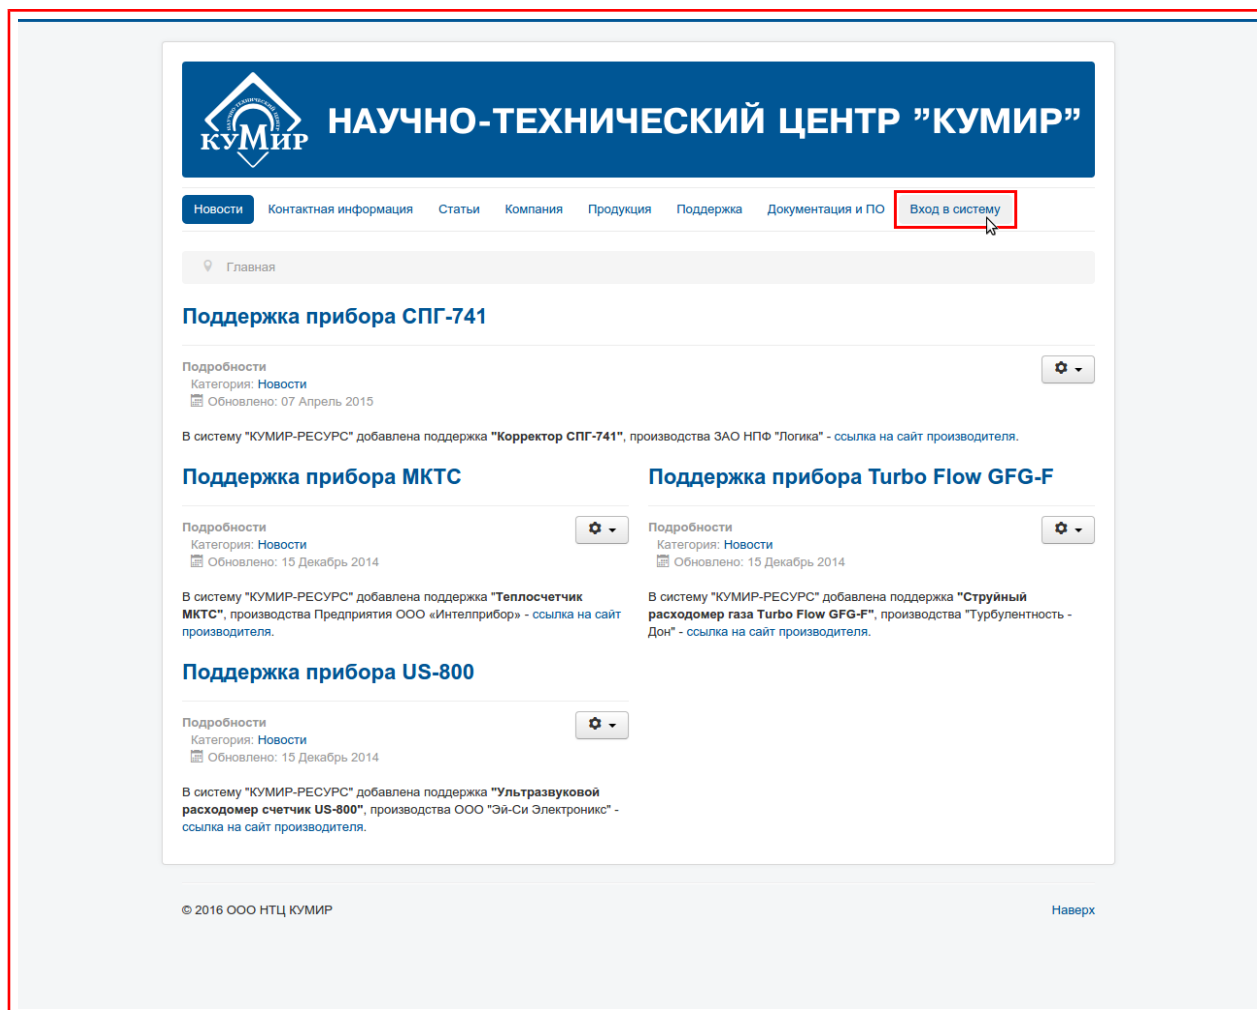

Рисунок 5.1 — Страница основного сайта
- 2) Нажать на ссылку **«Вход в систему»**, рисунок 5.1;